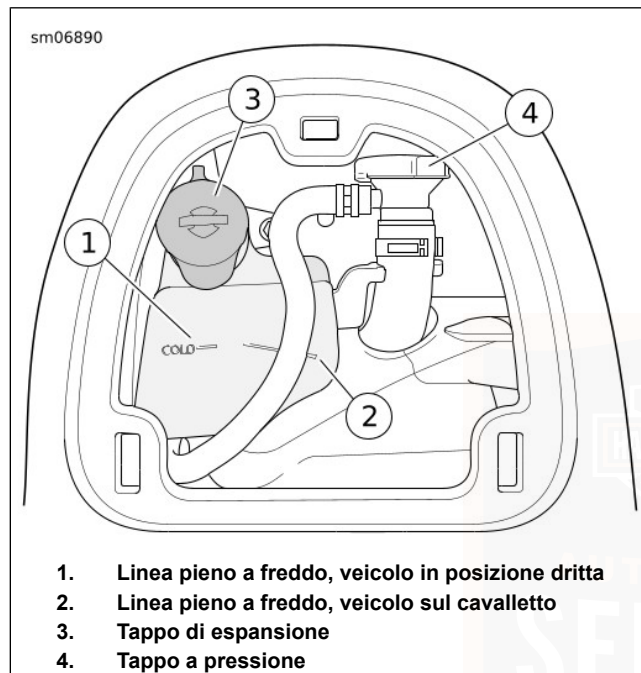

Figura 74. Livello del liquido di raffreddamento
Vedere Figura 74 . Sulla vaschetta del liquido di raffreddamento ci sono due linee. Usare il tubo angolato (2) quando la motocicletta poggia sul cavalletto.
2. Vedere Figura 74 . Controllare che il livello del liquido di raffreddamento nella vaschetta si trovi leggermente sopra la linea "COLD" (freddo) (1).